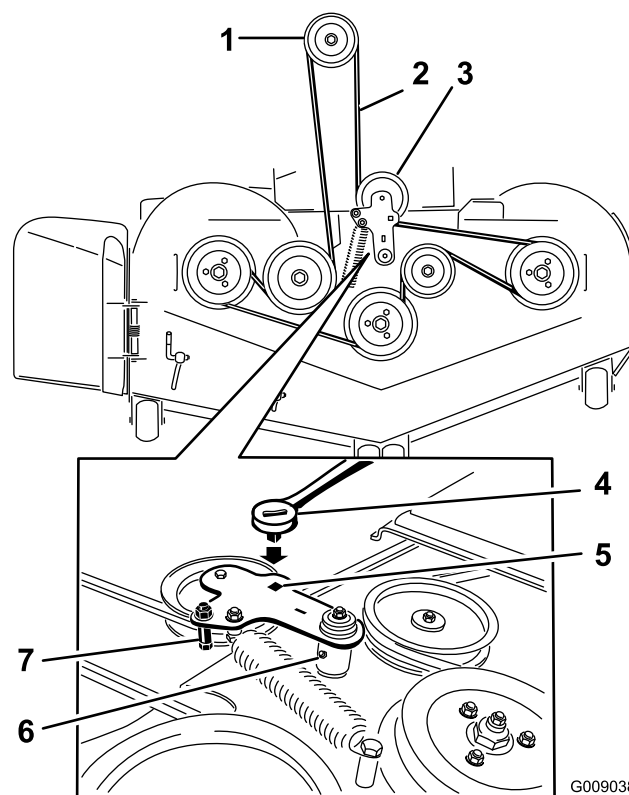

Figure 78
5. Insérez un rochet dans le trou carré du bras de la poulie de tension pour détendre le ressort de la poulie de tension (Figure 78).
7. Enlevez le guide-courroie situé sur le bras de la poulie de tension rappelé par ressort (Figure 78).
9. Acheminez la courroie neuve autour des poulies du tablier de coupe et de la poulie d'embrayage, sous le moteur (Figure 78).
10. Montez le guide-courroie sur le bras de la poulie de tension (Figure 78).
11. Insérez le rochet dans le trou carré et montez le ressort de la poulie de tension (Figure 78).